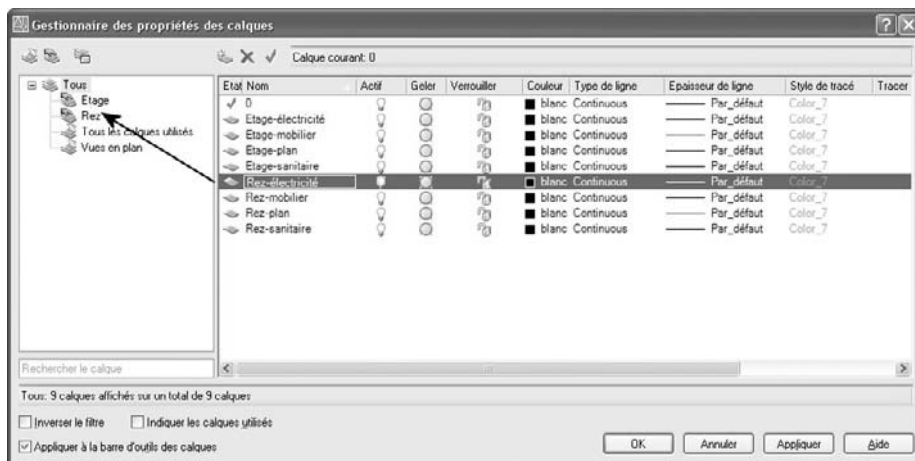

Fig.2.12
- [3] Dans la liste des calques, sélectionner ceux qui doivent faire partie du groupe REZ ; les glisser ensuite vers le nom du groupe (fig.2.12).